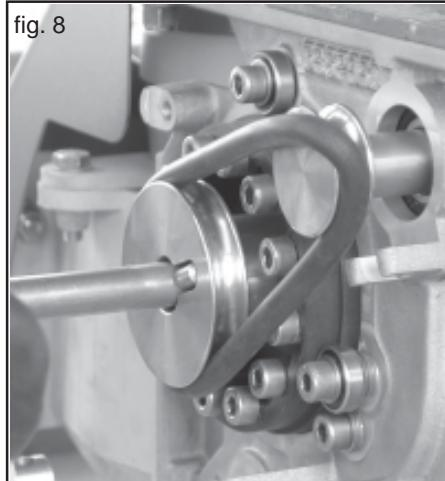

fig. 8
- Pour désactiver l'agitateur, soulever la courroie ronde sur le bord de la poulie motrice et, sur le côté opposé, tourner facilement le rouleau doseur dans la direction d' entraînement. La courroie sautera (Fig. 8).